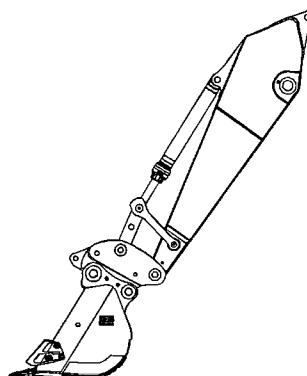

Ilustración 216
1. Cuando usa un acoplador rápido con sujetapasador hidráulico, se puede conectar un cucharón que esté en posición invertida. Observe la ilustración 216 para obtener un ejemplo de cómo conectar un cucharón que esté en posición invertida.